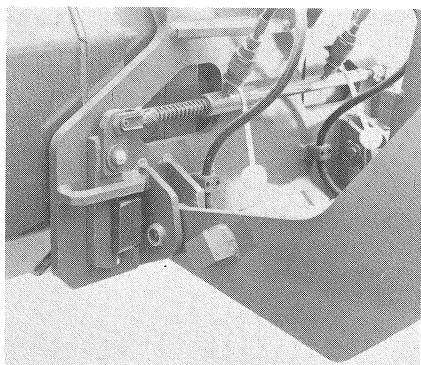

Bild 29
- (3) Mit dem Vorsteuerventil (Bild 17/9) Schaufel bzw. Anbaugerät verriegeln (Bild 29).
- (3) Lock shovel or attachment (fig. 29) with hand lever (fig. 17/9).
- (3) Verrouiller avec la manette (fig. 17/9) le godet ou l'équipement complémentaire (fig. 29)